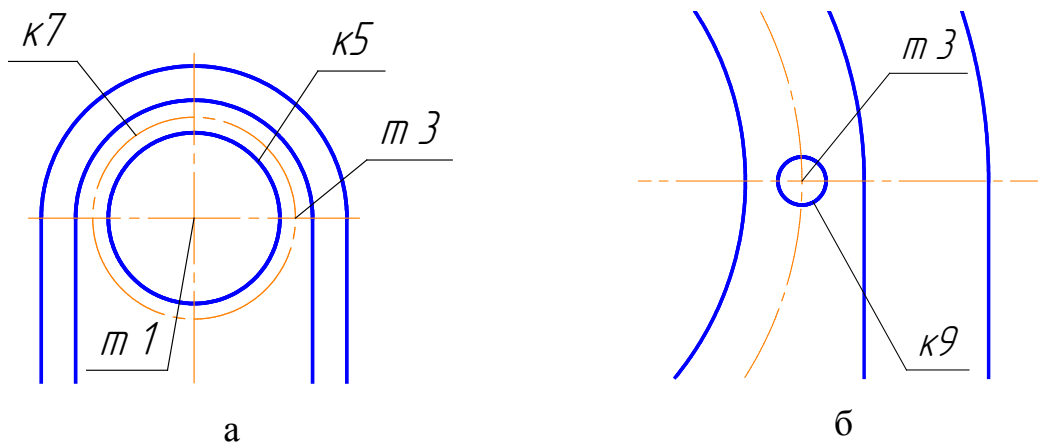

Рис. 97
12.1. Спочатку в точці $m3$ (рис. 97,а) побудувати коло $k9$ діаметром 8,5 мм (рис. 97,б). Встановити в якості поточного стилю лінії **Основная**.